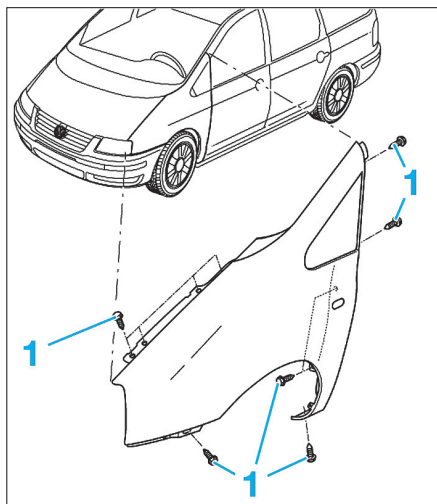

Fig. 85
- Déposer les vis (1) (Fig.85).